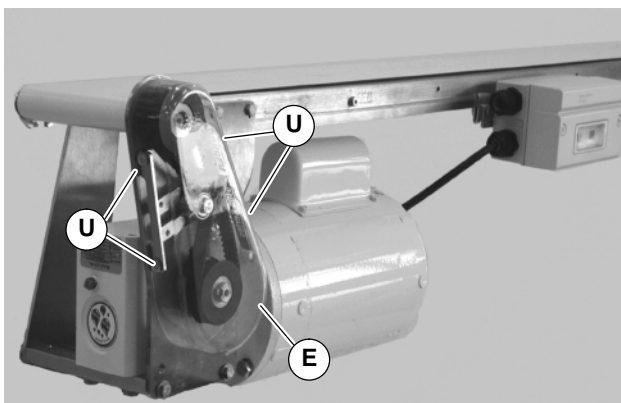

Abbildung 24
1. Vier (4) Schrauben (U siehe Abbildung 24) entfernen und Abdeckung (E) abnehmen.